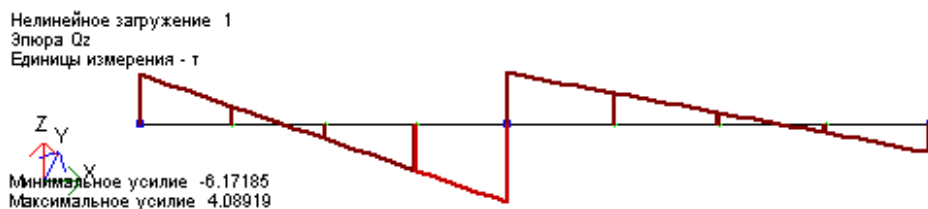

Рис.7.26. Эпюры поперечных сил Qz
- Для вывода эпюры **Q_z** (рис.7.26), выполните пункт меню **Усилия** ⇒ **Эпюры** ⇒ **Эпюры поперечных сил (Q_z)** (кнопка  на панели инструментов).